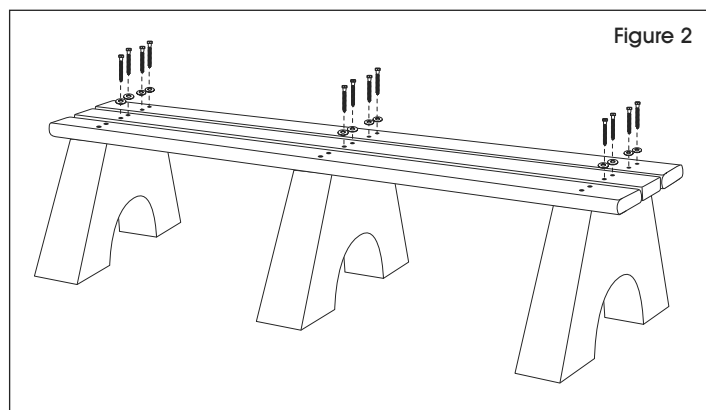

Figure 2
4. Répétez les étapes 3 et 4 pour les deux planchettes de banc restantes, en vous assurant que la deuxième planchette à bords arrondis se trouve à l'extérieur. (Voir Figure 2)